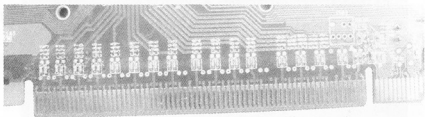

图 3-18 PCI-E 显卡的耦合电容
(2) 测量显卡反面一排 32 颗电容靠近 GPU 一端二极管值，值同样要求一致，注意电容需从左往右数 32 颗即可，如图 3-18 所示。